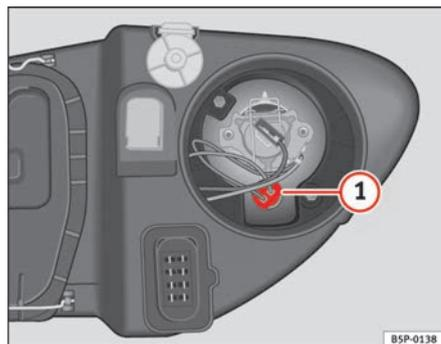

Fig. 189 Luci di posizione
- Estrarre il portalampade ⇒ fig. 189 **1** verso l'esterno.